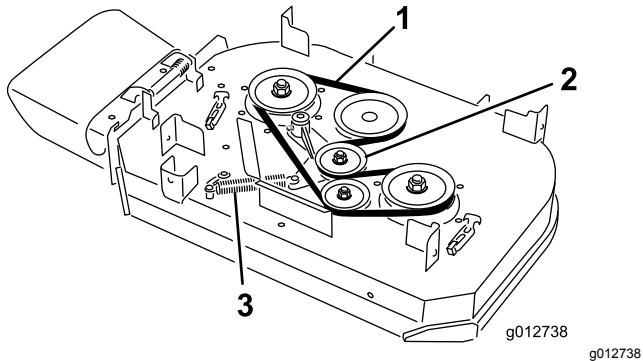

Figure 62
4. Décrochez le ressort du tenon d'ancrage sur le bras de la poulie de tension (Figure 62).
5. Enlevez la courroie usée du tablier de coupe (Figure 62).
6. Montez la courroie neuve sur la poulie d'embrayage, les poulies du tablier de coupe et la poulie de tension (Figure 62).
7. Accrochez le ressort au tenon d'ancrage sur le bras de la poulie de tension (Figure 62).
5. Enlevez la courroie droite du tablier de coupe (Figure 62).
- A. Décrochez le ressort du tenon d'ancrage sur le bras de la poulie de tension (Figure 62).
- B. Enlevez la courroie usée du tablier de coupe (Figure 62).
- C. Placez une courroie neuve sur les poulies du tablier de coupe, la poulie d'embrayage et la poulie de tension (Figure 62).
7. Placez la courroie retirée précédemment ou une courroie neuve sur les poulies du tablier de coupe et la poulie de tension (Figure 62).
8. Accrochez le ressort au tenon d'ancrage sur le bras de la poulie de tension (Figure 62).